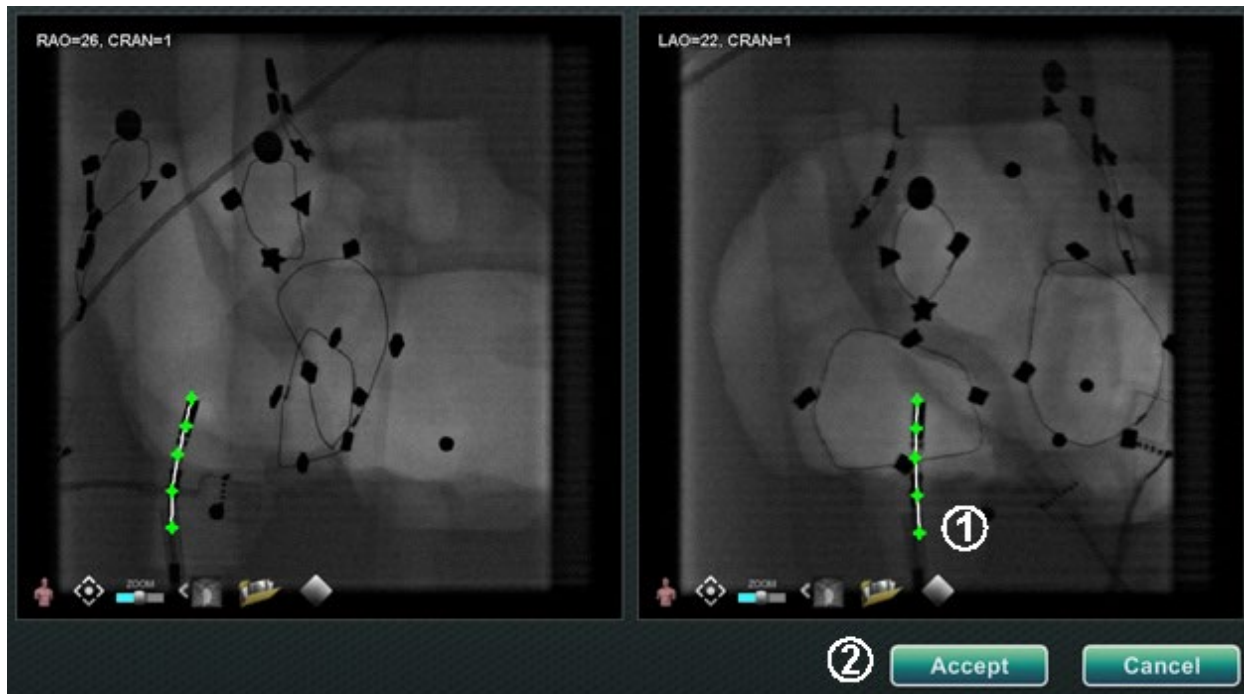

Figure 182. Annotation de radioscopie sur l'écran *Navigant* – Images de radioscopie A et B
- ① Lorsque le curseur est positionné sur l'image radioscopique B, une ligne en pointillés de couleur jaune s'affiche pour guider vers le point proximal de la radioscopie B (à la longitude du point proximal marqué sur la radioscopie A).
- ② Marquez le point proximal sur l'image de radioscopie B à l'intersection de la ligne jaune et du cathéter. Le repère passe au vert lorsqu'il est à l'emplacement correct (**Figure 182**) (autrement, il est de couleur rouge).
- ① Continuez à marquer les points jusqu'à ce que la ligne épipolaire se déplace. L'objectif est de faire correspondre les points de la radioscopie B aux points de la radioscopie A. Les points de la radioscopie A passent au vert au fur et à mesure que les points de B correspondants sont sélectionnés.
- ② Lorsque tous les points ont été correctement marqués, le bouton **Accept** (Accepter) devient vert (**Figure 182**). Cliquez sur **Accept** (Accepter) pour afficher le ou les vaisseaux dans les fenêtres des images de radioscopie A et B.